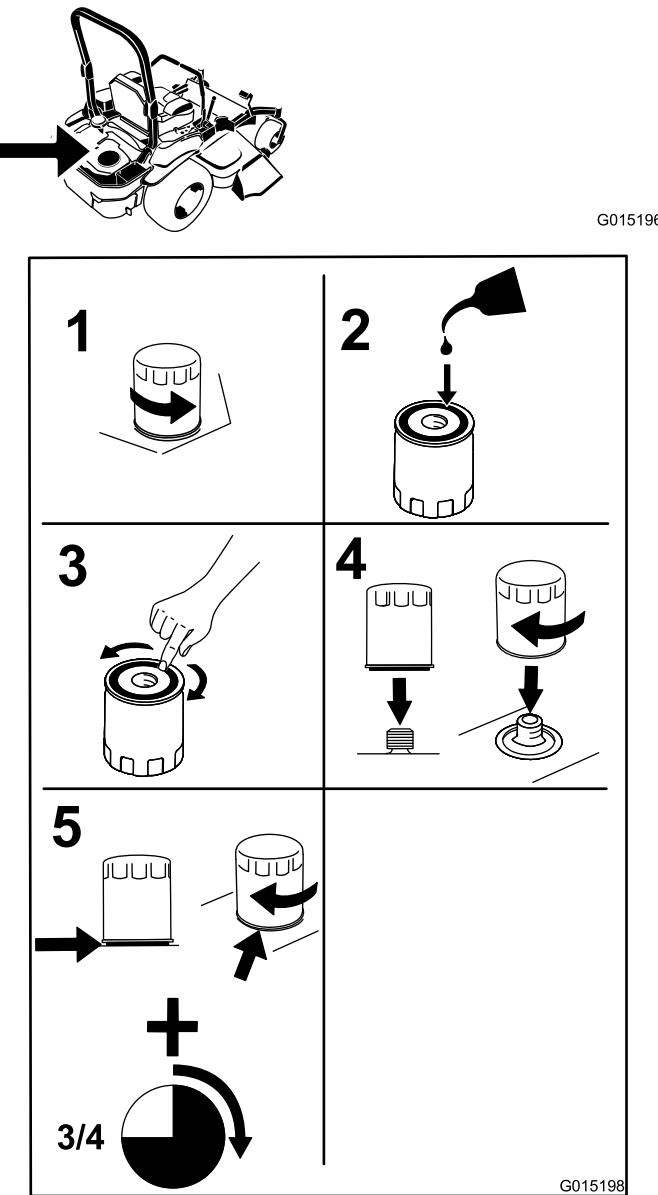

Figure 55
3. Remplacez le filtre à huile moteur (Figure 55).